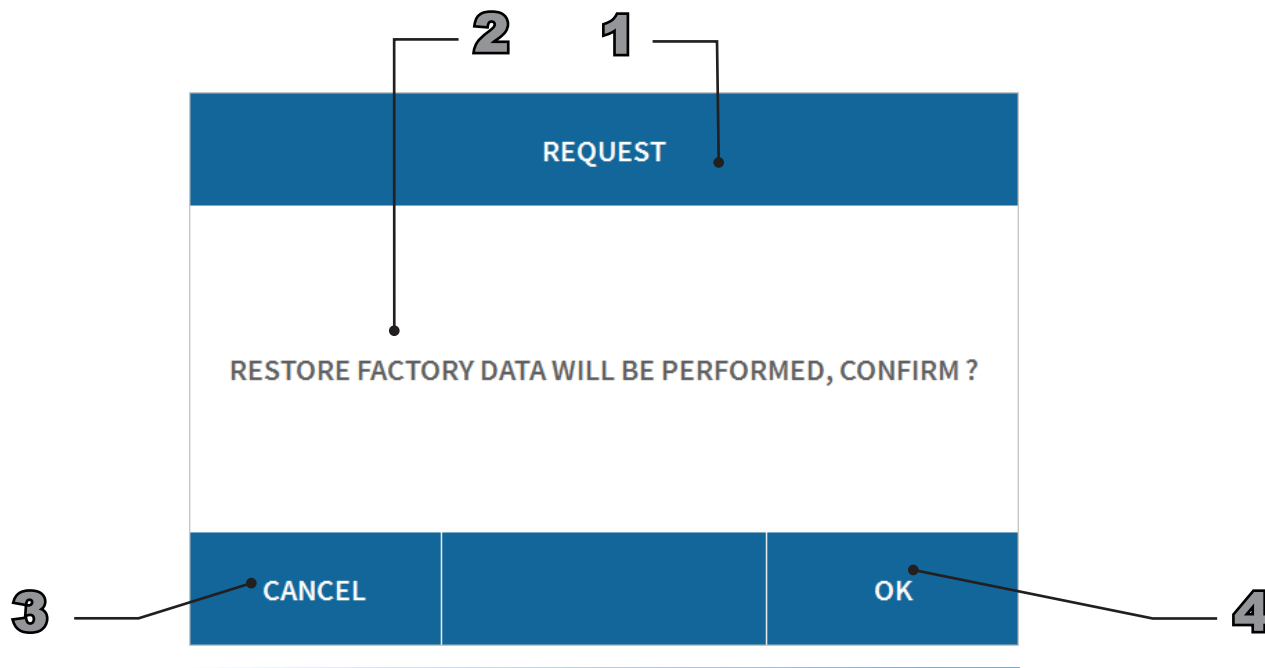
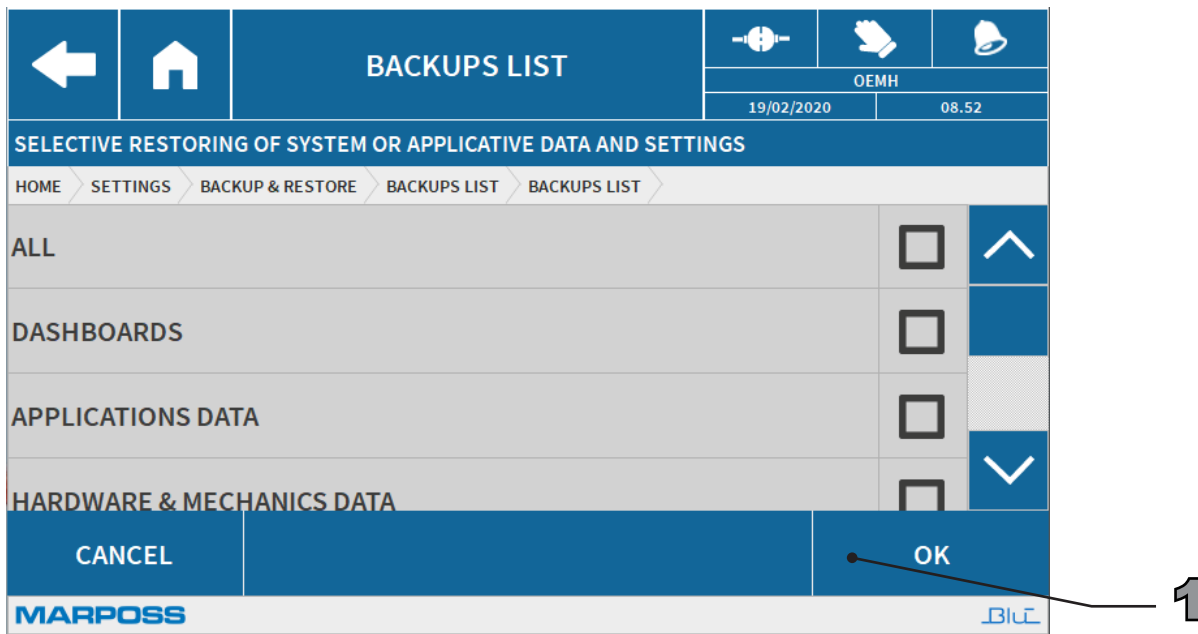

Abb.94. Dashboard Auf Werkseinstellung zurücksetzen
Abb.95. Dashboard Wiederherzustellende Daten auswählen
- Nach Betätigung der Schaltfläche **4** Abb.94 auf Seite 63 erscheint das Dashboard Abb.95 auf Seite 63, in dem ausgewählt werden kann, was wiederhergestellt werden soll.
- Mit Betätigung der Schaltfläche „OK“ Pos. 1 in Abb.95 auf Seite 63 werden alle Dashboards gelöscht Abb.96 auf Seite 64.